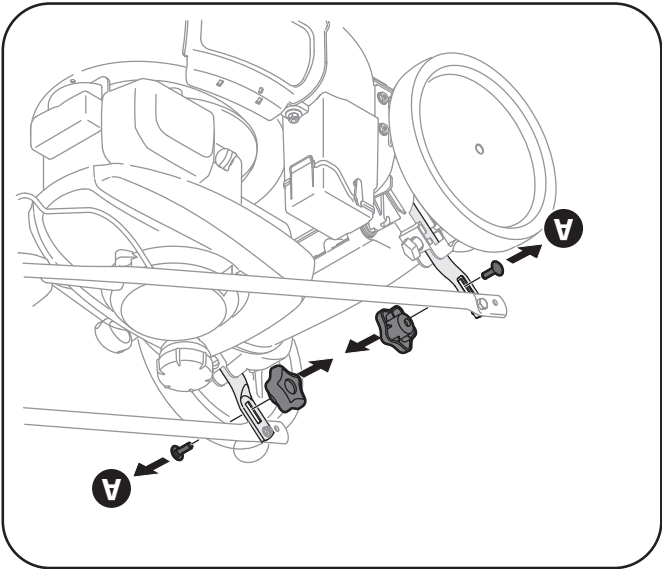

Figure 3-1
a. Enlevez les écrous à oreilles et les boulons ordinaires du guidon, comme à la Fig. 3-1. Ne desserrez pas ou n'enlevez pas les vis à tête hex. adjacentes.